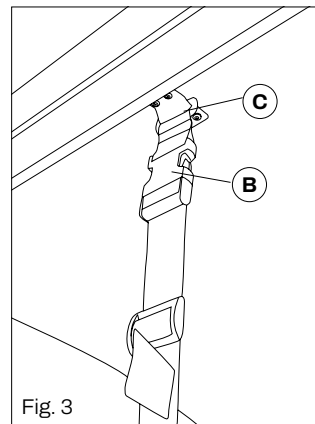

Fig. 3
Paso 3 - Introduzca la varilla, insertándola en el orificio específico en el motor y gírela: hacia la derecha la cama sube, a la izquierda la cama baja (Fig. 3).
- Mantenga presionada la manija (Fig. 3) para hacer girar la mesa.